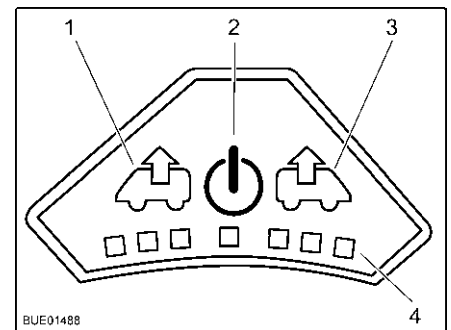

Fig. 63 Panneau de commande du ventilateur
- Appuyer sur la touche Marche/Arrêt (Fig. 63,2). Le ventilateur fonctionne en mode confort (aération à faible vitesse de rotation).
- Pour augmenter la vitesse de rotation du ventilateur, appuyer sur la touche Ventiler (Fig. 63,1). La vitesse de rotation du ventilateur augmente d'un niveau de puissance dans le sens de l'échappement. Les DEL (Fig. 63,4) montrent les niveaux de puissance.
- Pour réduire la vitesse de rotation du ventilateur, appuyer sur la touche Aérer (Fig. 63,3). La vitesse de rotation du ventilateur diminue d'un niveau de puissance.
- Pour augmenter la vitesse de rotation du ventilateur, appuyer sur la touche Aérer (Fig. 63,3). La vitesse de rotation du ventilateur augmente d'un niveau de puissance dans le sens de l'aération. Les DEL (Fig. 63,4) montrent les niveaux de puissance.
- Pour réduire la vitesse de rotation du ventilateur, appuyer sur la touche Ventiler (Fig. 63,1). La vitesse de rotation du ventilateur diminue d'un niveau de puissance.
- Appuyer sur la touche Marche/Arrêt (Fig. 63,2). Le ventilateur s'arrête, les DEL s'éteignent.